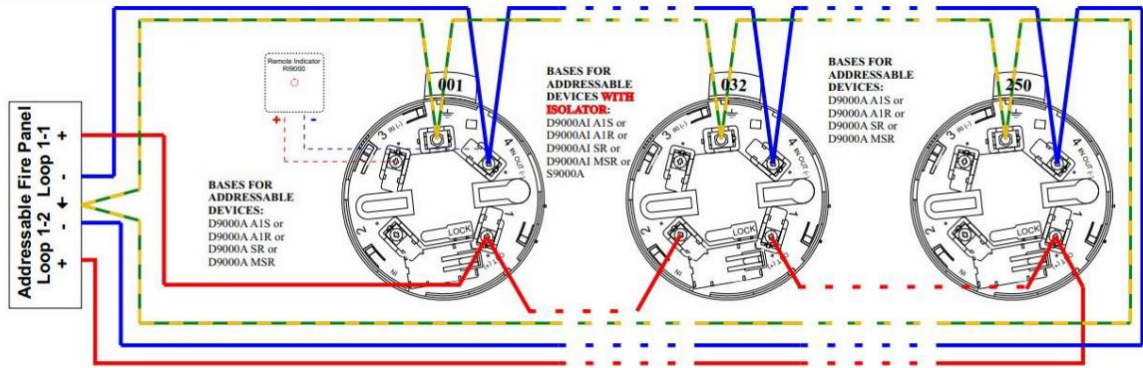

Fig.2
- connecter les câbles électriques selon le schéma ci-joint (Fig. 2) ;